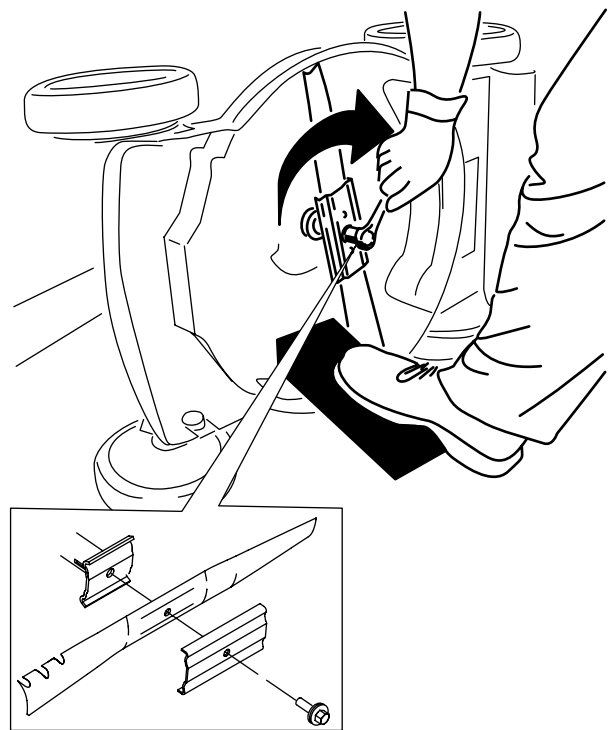

Bild 40
5. Setzen Sie das neue Messer und alle Schrauben auf (Bild 40).